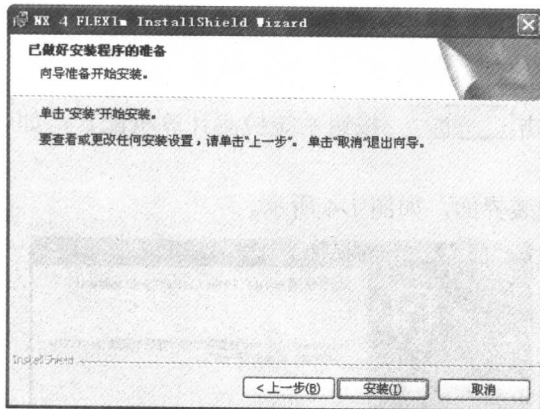

图 1-7 已做好安装准备界面
- (10) 完成许可证文件路径选择后, 单击 **下一步(N) >** 按钮出现已做好安装准备界面, 如图 1-7 所示。